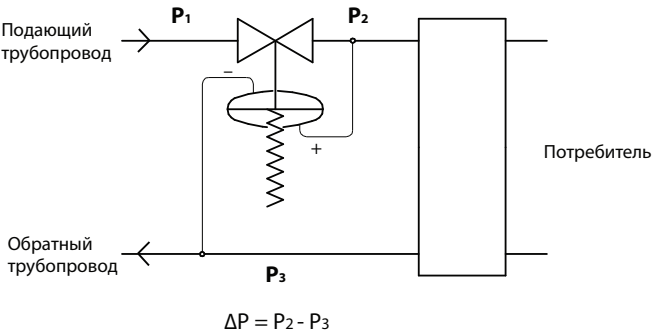

Рис. 1. Установка на подающем трубопроводе
1. Регуляторы перепада давления, закрывающиеся при повышении перепада давления. Пружина удерживает клапан в открытом положении, а большее давление воздействует на чувствительный элемент, закрывая клапан. Примерами регуляторов этой группы являются клапаны КАТ33. Типичное применение данной группы регуляторов перепада давления — регулирование перепада давления на потребителе за счет дросселирования подающего или обратного трубопроводов (см. Рис. 1 и 2):
Некоторые регуляторы перепада давления для работы требуют использования двух или более импульсных трубок. Они необходимы для передачи импульса регулируемого давления на чувствительный элемент клапана (мембрану, поршень или сильфон), а также для передачи силового импульса подвижным элементам. Необходимость импульсных трубок указана в описании клапанов. Импульсные трубки подсоединяются в точках поддержания перепада давления (см. Рис. 1, 2 и 3).